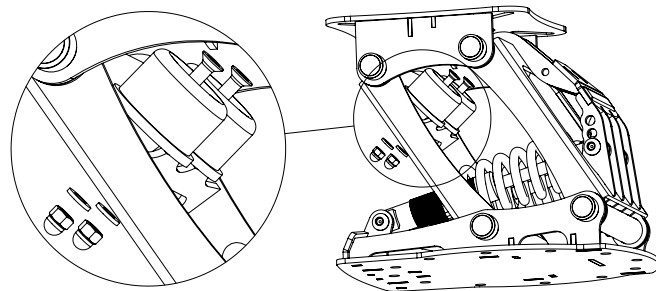

Рис. 4.
5. Установите отбойники (поз.3) согласно выбранной нагрузке с помощью винта (поз. 5) , гайки и шайбы (поз.8,9). Как показано на (рис.4).